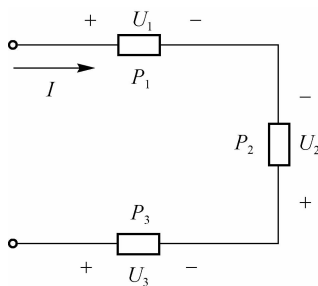

图 1-27 【例 1-13】电路
**【例 1-13】** 图 1-27 所示为直流电路,其中  $U_1 = 5 \text{ V}$ ,  $U_2 = -9 \text{ V}$ ,  $U_3 = 4 \text{ V}$ ,  $I = 5 \text{ A}$ ,求各元件接收或发出的功率  $P_1$ 、 $P_2$  和  $P_3$ ,并求整个电路的功率  $P$ 。